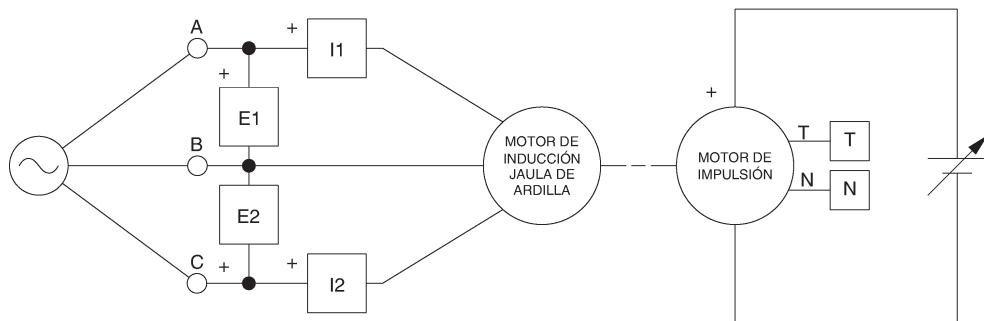

Figura 4-16. Circuito utilizado para demostrar el funcionamiento del generador asincrónico.
- 11. Modifique las conexiones para que el equipamiento quede montado como lo muestra la Figura 4-16. No conecte todavía las líneas A, B y C de la fuente trifásica al circuito.
- 12. Conecte las líneas A, B y C de la fuente trifásica al circuito, como lo muestra la Figura 4-16.
Desconecte la fuente trifásica en los puntos A, B y C del circuito de la Figura 4-16.
Usted puede obtener la característica velocidad en función del par correspondiente a un motor de inducción jaula de ardilla que opera como motor y como generador. Para lograrlo, coloque los selectores MODO y VISUALIZADOR del Motor de impulsión / Dinamómetro en las posiciones MOTOR DE IMPUL. (M.I.) y VELOCIDAD (N), respectivamente. Abra el archivo de configuración existente ACMOTOR1.DAI y seleccione ver disposición 2. Asegúrese de que la Fuente de alimentación esté apagada y consulte las etapas 11 a 13 de este ejercicio para montar el circuito que muestra la Figura 4-16. Asegúrese de que la función para corregir la función par del medidor T se encuentre activada. Borre los datos registrados en la tabla de datos (si los hay). En el Motor de impulsión / Dinamómetro, coloque el selector MODO en la posición MOTOR DE IMPUL. (M.I.) y luego gire la perilla de control de voltaje de la Fuente de alimentación hacia la derecha hasta que el medidor T indique $-2,7 \text{ N}\cdot\text{m}$ ($-24,0 \text{ lbf}\cdot\text{plg}$). Para este valor del par, la velocidad de la máquina debería ser mayor que la velocidad de sincronismo. Ajuste la perilla de control de voltaje para que el par que indica el medidor T pase de $-2,7 \text{ N}\cdot\text{m}$ ($-24,0 \text{ lbf}\cdot\text{plg}$) a $0,0 \text{ N}\cdot\text{m}$ ($0,0 \text{ lbf}\cdot\text{plg}$) por etapas de $0,3 \text{ N}\cdot\text{m}$ ($3,0 \text{ lbf}\cdot\text{plg}$). Registre cada valor ajustado del par en la Tabla de Datos.